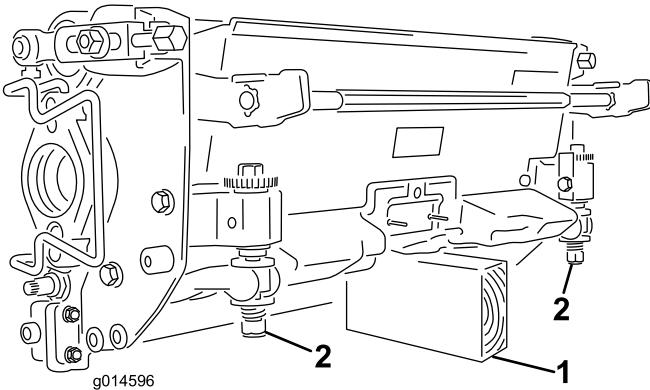

Figure 46
**Important:** Chaque fois que vous devez basculer l'unité de coupe, soutenez l'arrière pour empêcher les écrous situés sur les vis de réglage de la barre d'appui de reposer sur la surface de travail (Figure 46).